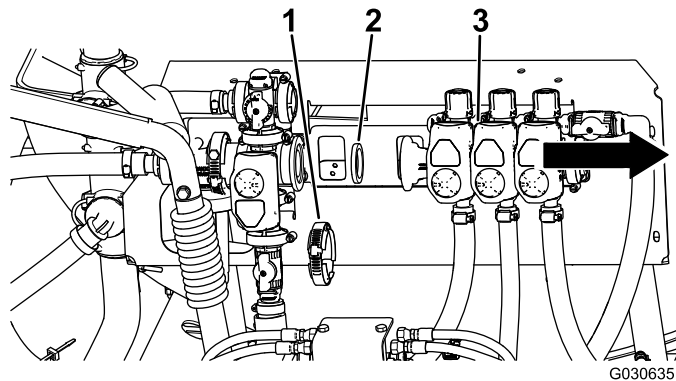

図 5
4. ブームバルブアセンブリを、攪拌バルブから注意深く取り外す図 5。
5. バルブボディについている既存のガスケットを外す(図 5)。